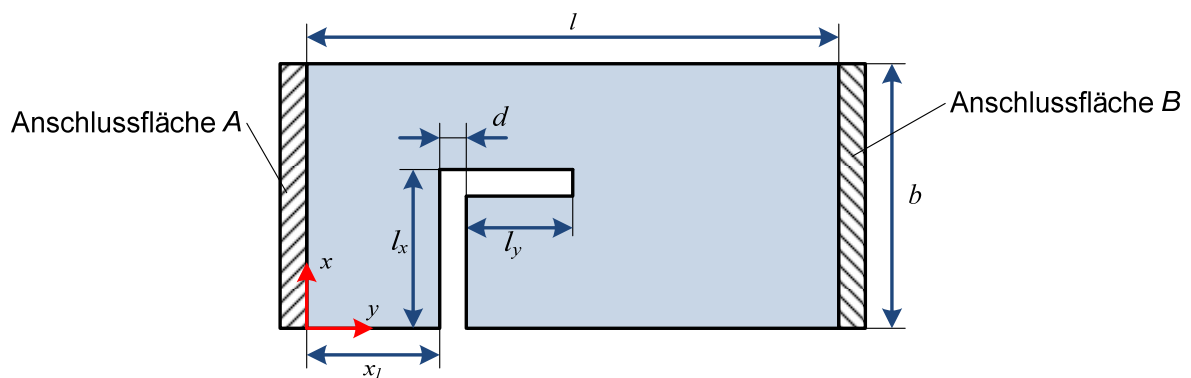

Fig. 3: SMD-Metallschichtwiderstand
Nach Auflöten der SMD Widerstände bzw. Realisierung einer Schaltung kann ggf. noch ein Abgleich erforderlich sein, um eine definierte Schaltungsfunktion zu erreichen. Dieser Abgleich erfolgt mittels eines Lasereinschnitts. In **Fig. 3** sind der prinzipielle Aufbau eines SMD-Metallschichtwiderstands mit möglichem Schnittverlauf gezeigt. Das Material der Metallschicht ist eine sog. Widerstandspaste (Ag-Pd-Pd-Oxid) mit $\rho = 6000 \Omega \cdot \text{mm}^2/\text{m}$. Höhe, Breite und Länge der Schicht seien $h = 2\mu\text{m}$, $b = 1\text{mm}$ und $l = 2.5\text{mm}$. Die Breite des Schnitts sei $d = b/5$.
- a) Berechnen Sie den Widerstand R der Metallschicht zwischen den (ideal leitfähigen) Anschlussflächen A und B ohne den in **Fig. 3** eingezeichneten Abgleichsschlitz.
Es soll nun mittels eines x-Einschnittes der Länge l_x und eines y-Einschnittes der Länge l_y einen Widerstand von $R = 10\text{k}\Omega$ realisiert werden (vgl. **Fig. 3**).